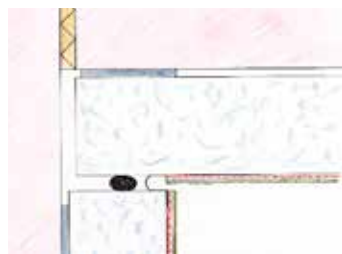

Fig. 30
- profil pentru rost de dilatație - format V (Fig. 30)